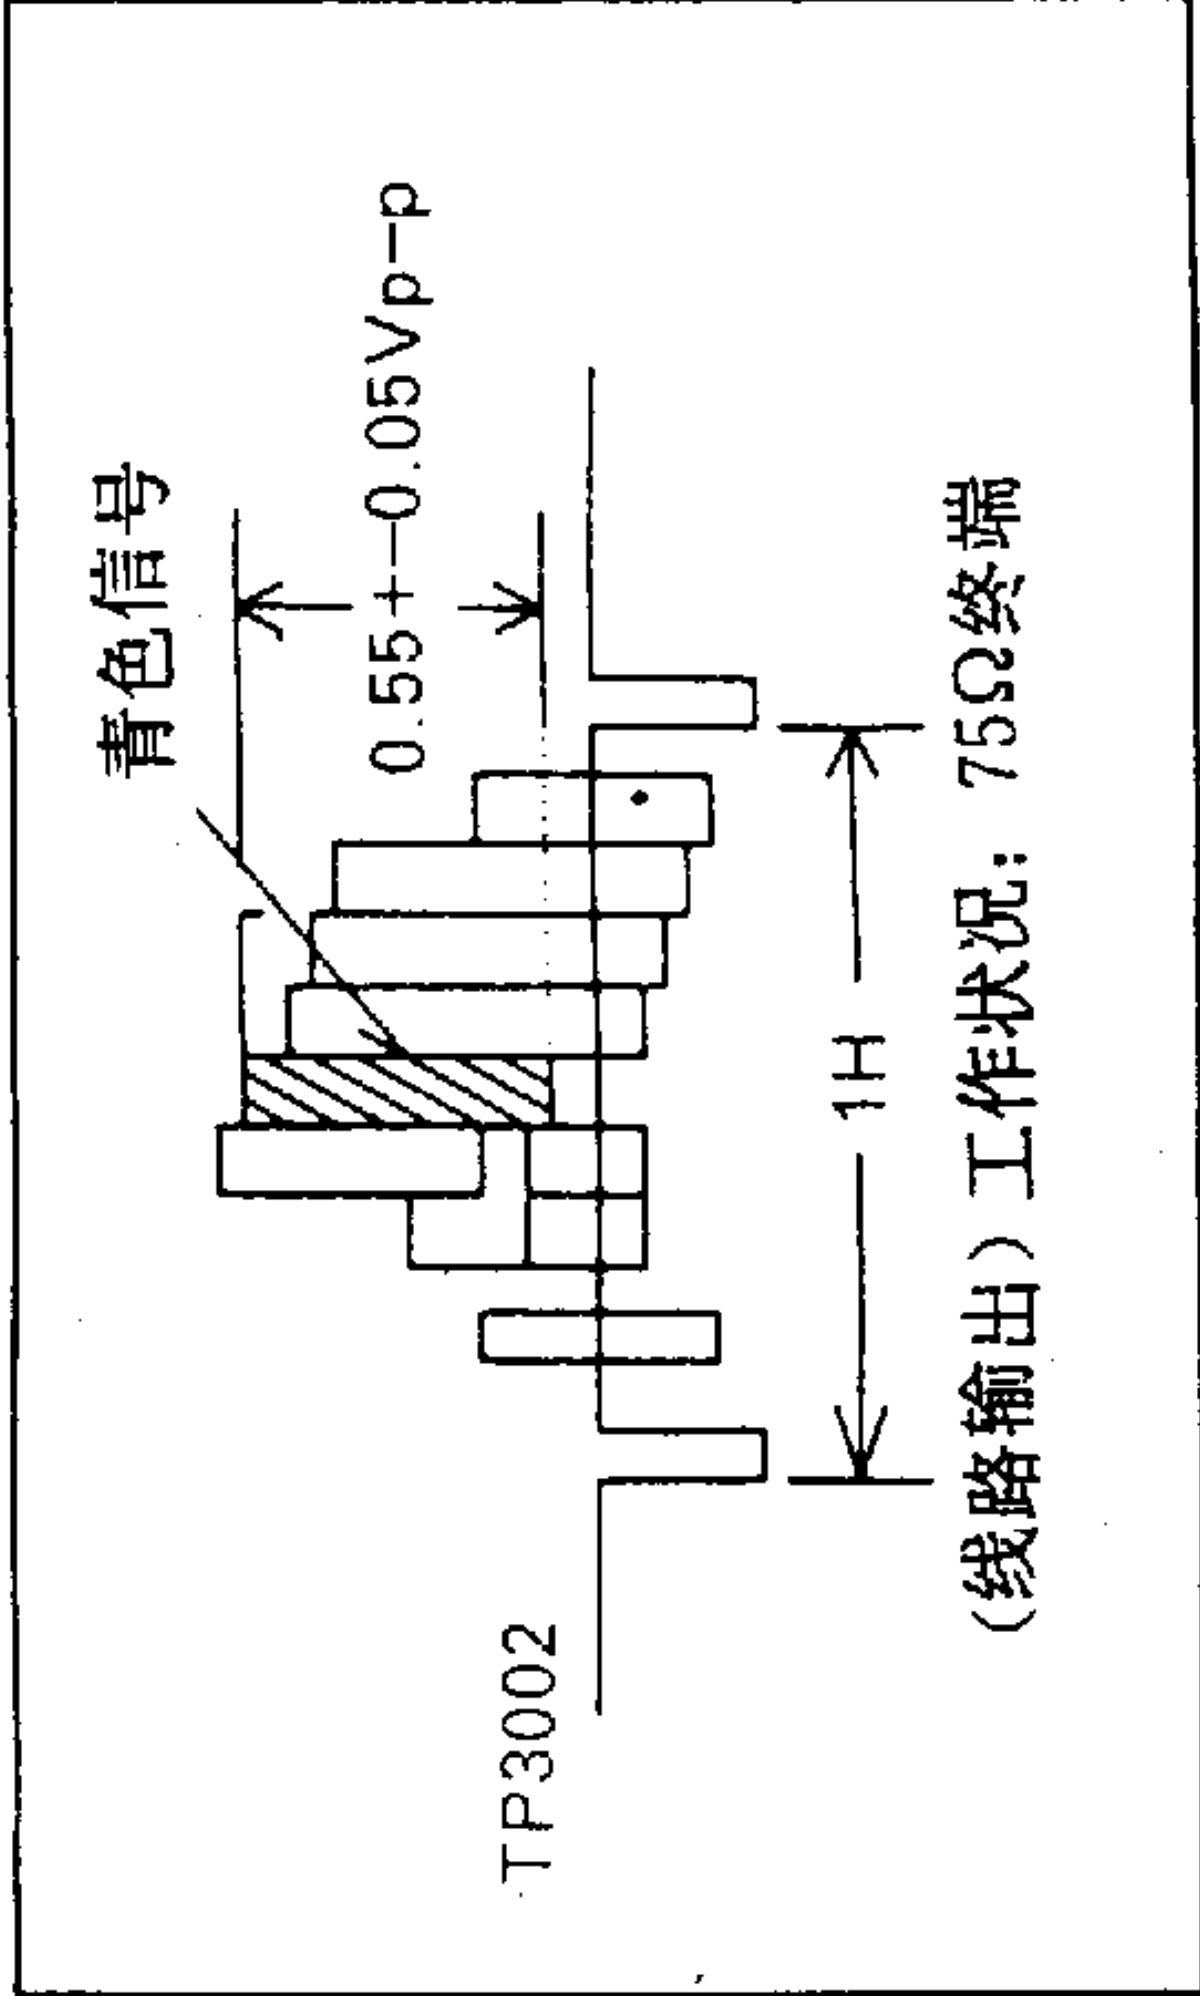

图 E10
3. 调整 V R 803, 使青色信号电平为 $0.55 \pm 0.05\text{V}_{\text{p-p}}$, 如图E10所示。